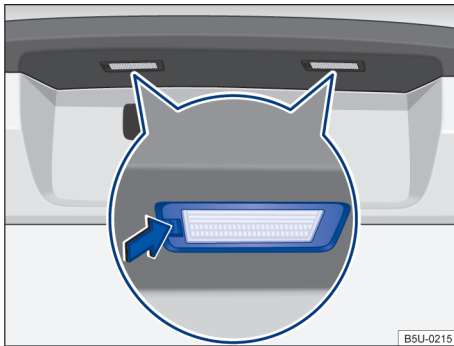

Fig. 173 En el paragolpes trasero: desmontar la luz de la placa de licencia.
- ① Observar la lista de control y ejecutar las acciones → pág. 207.
- ② Con el auxilio de un destornillador, presionar la traba → fig. 173 para remover el conjunto. ▶